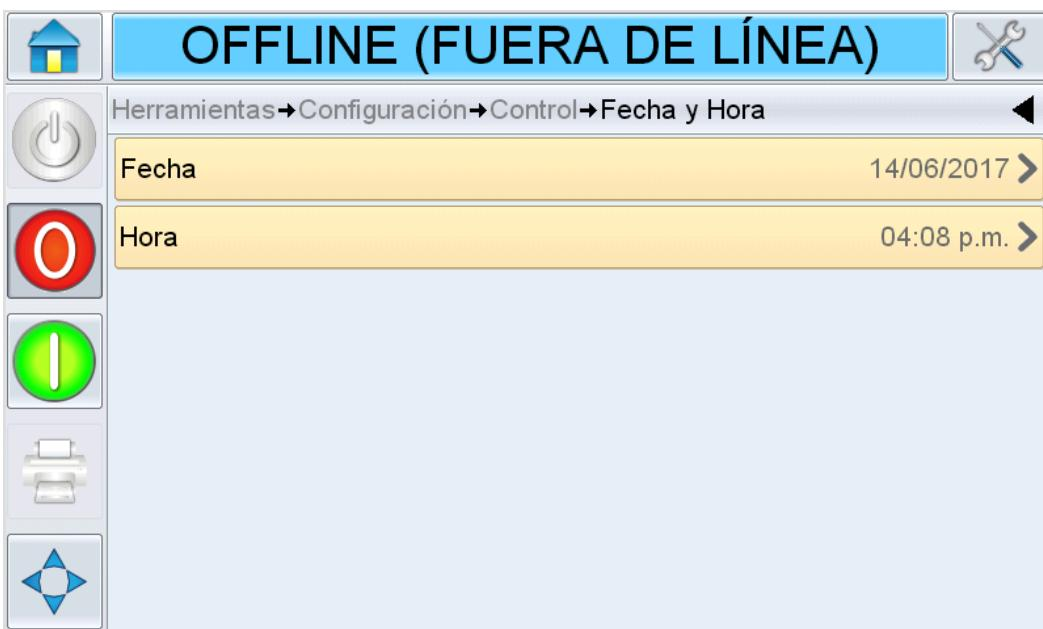

Figura 4-6: Fecha y hora del controlador CLARiTY
1. Vaya a *Tools (Herramientas) > Setup (Configuración) > Control > Date and Time (Fecha y hora)* (consulte Figura 4-6).